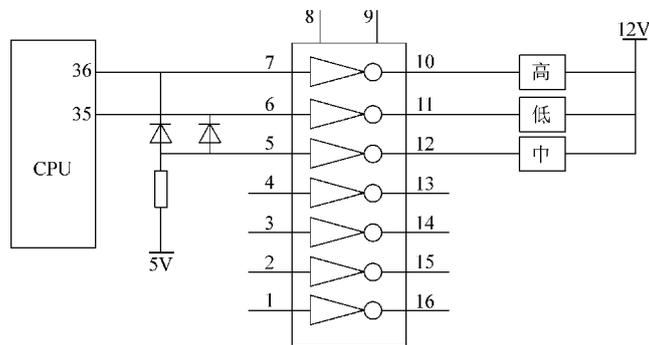

图 10-4 风速控制原理框图
(2) 三档风速及中央处理电路。用遥控器发高风指令，从 CPU 的 36 脚输出电压为 5V，经 MC1413 反相驱动从 10 脚输出电压为 0.7V，从而使高风速继电器吸合（这时 35 脚电压为 0V）。当用遥控器发低风指令时，从 CPU 的 35 脚输出电压为 5V，经 MC1413 反相驱动，从 11 脚输出电压为 0.7V，从而使低风速继电器吸合。用遥控器发中风指令，这时 MC1413 的 5、6、7 脚电压都为 5V，从 10、11、12 脚输出电压为 0.7V，从而使高、中、低三个继电器都吸合。经电路处理后在三种状态下输出三档风速，其原理框图如图 10-4 所示。